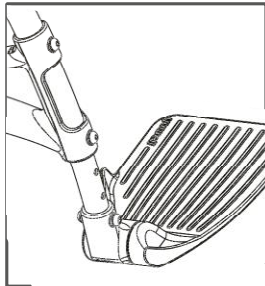

Figura 9
- Regolazione dell'altezza del pedale: allenti le viti di fermo sul dispositivo di fissaggio con una chiave esagonale, regoli il pedale all'altezza appropriata in base all'altezza dell'occupante e blocchi le viti di fermo, si veda la Figura 9.